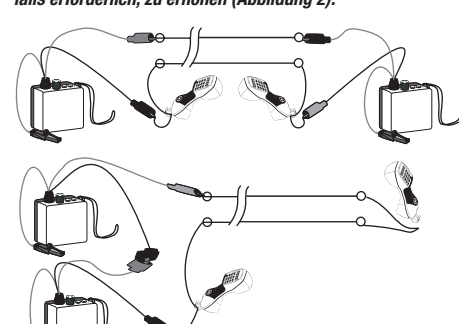

Abbildung 2. Versorgung mit Sprechstrom
**Weitere Prüfgeräte können in Reihe hinzugefügt werden (rote Klemme an schwarze Klemme), um den Sprechstrom, falls erforderlich, zu erhöhen (Abbildung 2).**